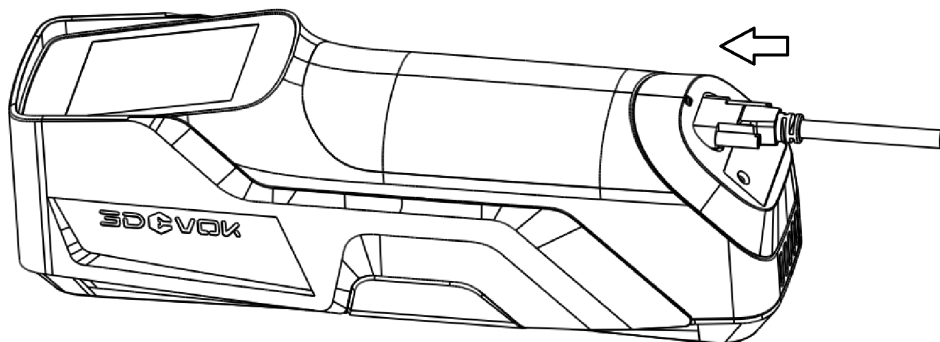

图 4-6 USB 传输线缆接入设备示意图
- 1、将 USB 线缆的一端连接到电脑 USB 3.0 接口（如果是台式机，要插在机箱后面的 USB3.0 接口），再将另一端连接至设备底部（见箭头方向），将螺丝拧紧，如图 4-6 所示。